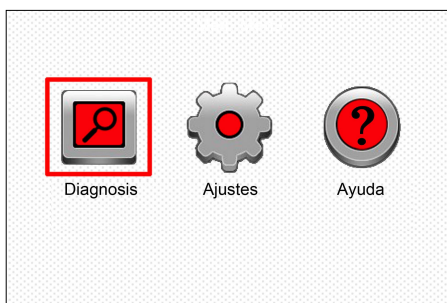

Figura 7-4
6. Cuando la herramienta se ha encendido, coloque el cursor en el icono de Ayuda y presione el botón [OK]. (Figura 7-4)